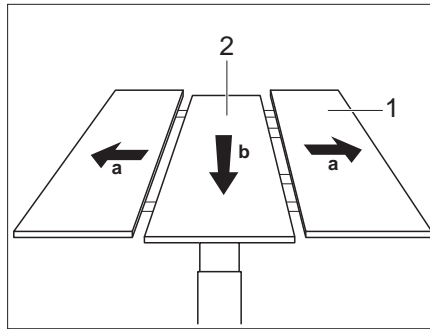

Bild 81 Mittelteil hoch fahren
- Die Außenteile (Bild 81,1) des Tisches auseinander ziehen.
- Das Mittelteil (Bild 81,2) des Tisches kräftig nach unten drücken. Das Mittelteil wird mit Federkraft nach oben gedrückt.
- Das Mittelteil (Bild 81,2) des Tisches kräftig nach unten drücken. Das Mittelteil rastet in der unteren Stellung ein.